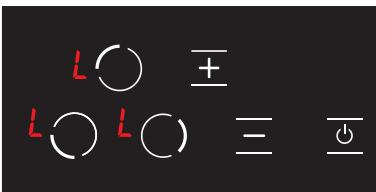

Afbeelding 19
2. Druk opnieuw op de selectieknop bovenaan links van de kookplaat (). (Zie Afb. 19)